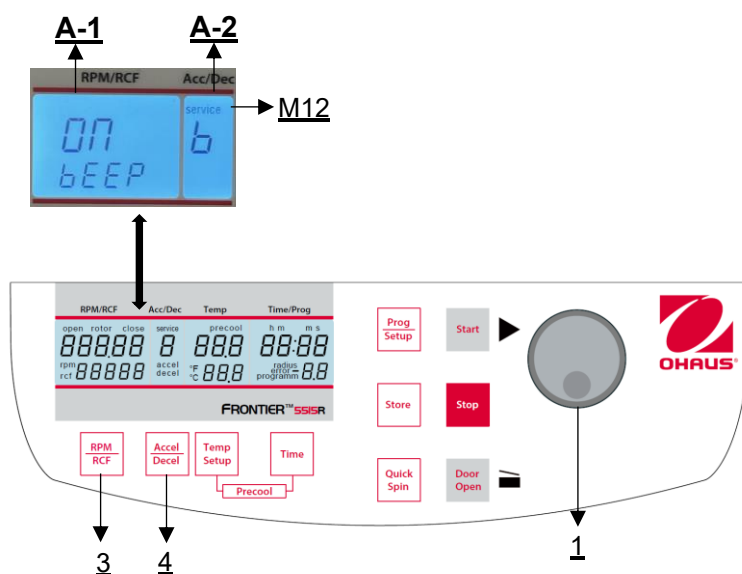

Abbildung 34
Gehen Sie wie unter Punkt 4.1.1 beschrieben vor, um in diesen Programmmodus zu gelangen und drücken Sie dann die Taste **"Accel/Decel"** (4). In der Anzeige **"Acc/Dec"** (A-2) blinkt das Wort **"Service"** (M12). Wählen Sie nun mit dem Drehknopf (1) den Buchstaben **"b"** aus. Daraufhin erscheint in der Anzeige **"RPM | RCF"** (A-1) das Wort **"ON/BEEP"**. Nach Drücken der Taste **"RPM | RCF"** (3) können Sie mit dem Drehknopf (1) den Tastenton (On) oder (Off) ein- bzw. ausschalten (siehe Abbildung 34).